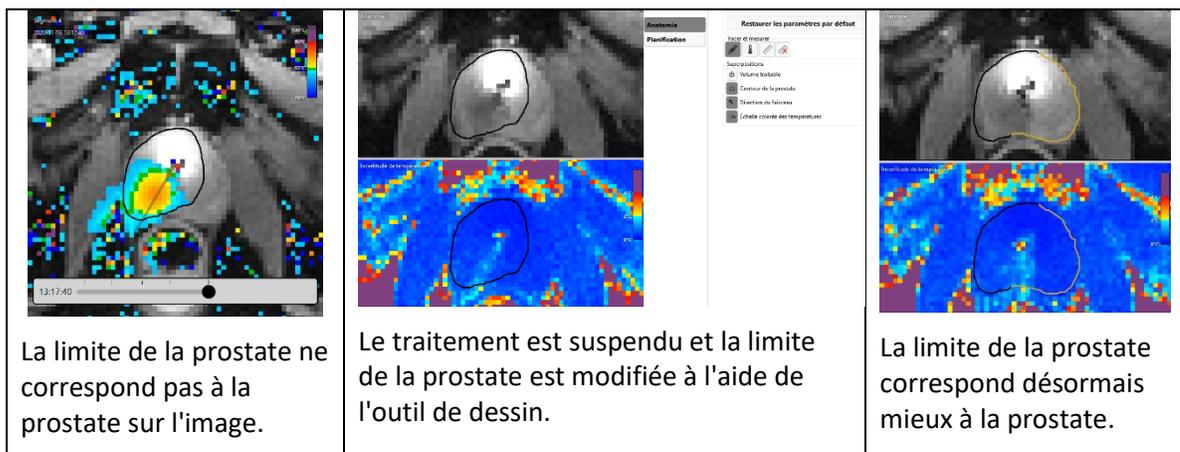

Figure 70 : Modification de la limite de la prostate
3. Cliquer sur l'outil de dessin. La TDC affiche un nouveau volet présentant le contour limite de la prostate et l'incertitude de température pour la coupe sélectionnée (*Figure 70*).